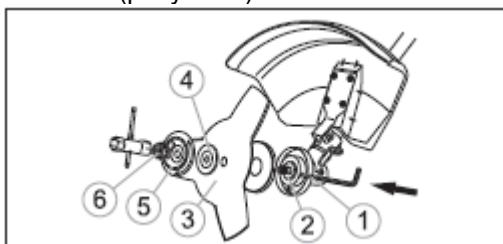

рисунок 5
- вставьте шестигранный ключ из комплекта в отверстие фланца 1 (рисунок 5) и заблокируйте шпindelь;
- установите на нижнюю планшайбу 2 (рисунок 5) триммерный нож 3 (рисунок 5);
- на нож установите верхнюю планшайбу 4 (рисунок 5) и крышку 5 (рисунок 5);
- надежно закрепите нож с помощью гайки 6 (рисунок 5) и ключа из комплекта.